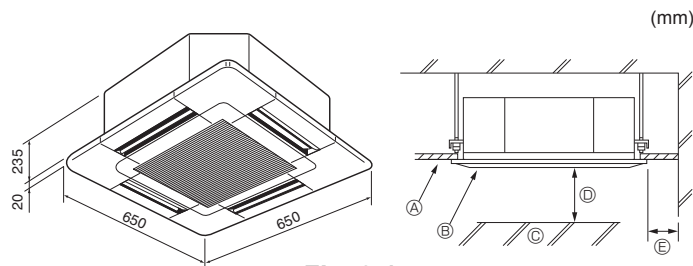

Fig. 3-1
3.1. Εσωτερική μονάδα (Fig. 3-1)